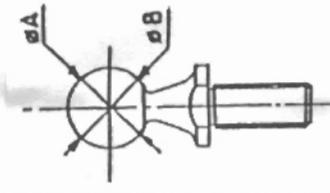

BILD 2
- 2.2. MESSUNG DER RUNDHEIT DES KUGELKOPFES** (siehe Bild 2)